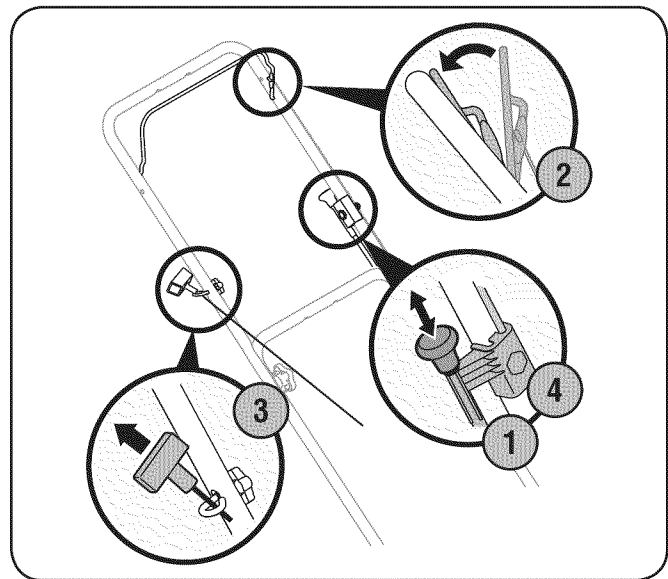

Figure 9-3
1. Tire de la perilla del cebador ubicada a la izquierda de la barra de control superior. Vea la Fig. 9-3.
3. Tire suavemente de la empuñadura del arranque hasta sentir la resistencia, luego tire rápidamente para reducir la compresión, impedir la tensión de retroceso y arrancar el motor. Repita de ser necesario. Vea la Fig. 9-3.
4. Cuando el motor se haya calentado, empuje hacia adentro la perilla del cebador. Vea la Fig. 9-3.